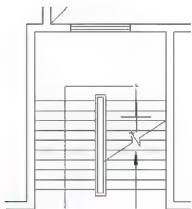
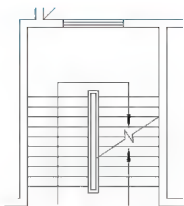

图 2.133 确定第三段箭头杆的长度
图 2.134 绘制出箭头端部
(5) 在指定下一个点或 [圆弧(A)/半宽(H)/长度(L)/放弃(U)/宽度(W)]: 提示下,关闭【对象捕捉】功能,将光标垂直向下拖至图 2.133 所示的位置并单击,确定第三段箭杆的长度。
(6) 在指定下一个点或 [圆弧(A)/半宽(H)/长度(L)/放弃(U)/宽度(W)]: 提示下,输入“W”后按 Enter 键。
(7) 在指定起点宽度<0.0000>: 提示下,输入“80”后按 Enter 键。
(8) 在指定端点宽度<80.0000>: 提示下,输入“0”后按 Enter 键。
(9) 在指定下一点或 [圆弧(A)/闭合(C)/半宽(H)/长度(L)/放弃(U)/宽度(W)]: 提示下,将光标垂直向下拖动,输入“100”后按 Enter 键,结果如图 2.134 所示。